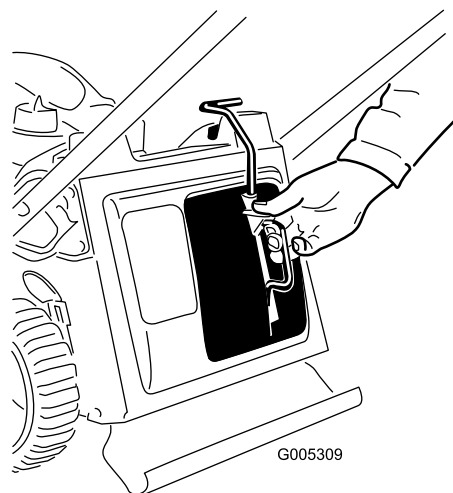

Figura 29
1. Togliete il tappo mulching (Figura 29).